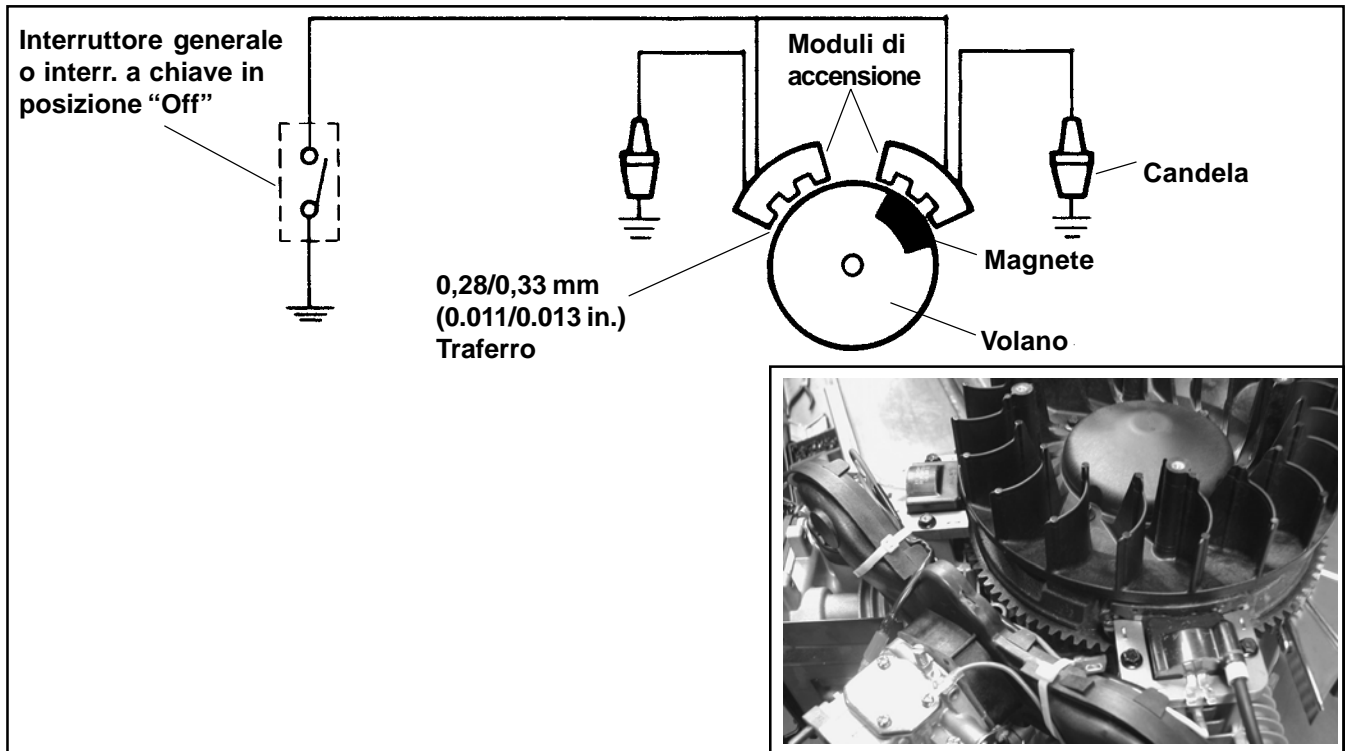

Figura 8-4. Impianto di accensione a scarica capacitiva (fasatura fissa).
- Due moduli elettronici a scarica capacitiva montati sul carter del motore (Figura 8-4).